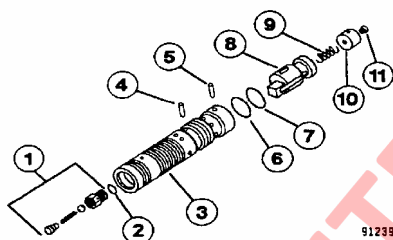

FIGURA 6-5. CONJUNTO DEL CARRETE DEL AMPLIFICADOR
2. Saque el tapón de la válvula de alivio (20) y el sello (5). Usando una llave allen de cabeza hexagonal de 8 mm, saque el conjunto de la válvula de alivio (19). Saque el sello de acero (6).
3. Use una llave allen de cabeza hexagonal de 13 mm para sacar el perno (11) y la golilla de seguridad (12) de la cubierta del extremo (15). Use una llave allen de cabeza hexagonal de 13 mm para sacar los pernos (13) y las golillas de seguridad (14). Saque la cubierta del extremo (15).
4. Saque el tope del resorte (22) y el resorte (30). Saque el tope del resorte (23) y los resortes (28) y (29). Saque los anillos de goma (1) y (2) de la cubierta del extremo (15).
5. Saque el control del resorte (24) y el carrete principal (37). Saque el carrete de la válvula prioritaria (41). Saque el control del resorte (24), los resortes (28) y (29) y el tope del resorte (23) de la caja (40).
6. Retire el conjunto del carrete del amplificador (25) y deje a un lado para ser desensamblado posteriormente, si fuese necesario (ver Figura 6-5).
7. Saque la válvula de impacto y succión (21) y deje a un lado para ser desensamblado posteriormente, si fuese necesario.
8. Use una llave allen de cabeza hexagonal de 13 mm para sacar el perno (11) y la golilla de seguridad (12) de la cubierta del extremo (16). Use una llave allen de cabeza hexagonal de 13 mm para sacar los pernos (13) y las golillas de seguridad (14). Saque la cubierta del extremo (16).
9. Saque los anillos de goma (1), (2) y (3). Saque el resorte (17).
10. Saque la válvula de impacto y succión (42) y deje a un lado para ser desensamblado posteriormente, si fuese necesario.
11. Saque el perno del orificio (27), el perno de orificio (33), y la válvula de retención (34).
NOTA. El desensamblado del conjunto del carrete del amplificador sólo es necesario si el anillo de goma (2, Figura 6-5), el resorte (9) o el tapón de orificio (11) se deben cambiar. De lo contrario, cambie el conjunto del carrete del amplificador como una unidad completa. Consulte los Pasos 12 y 13.
12. Saque el anillo de retención (7, Figura 6-5), saque el pasador (5). Saque el tapón (10) y el resorte (9). Saque el anillo de retención (6) y el pasador (4) y saque el carrete interior (8).
13. Destornille la válvula de retención (1) y saque. Saque el anillo de goma (2). Saque el perno de orificio (11) del tapón (10).